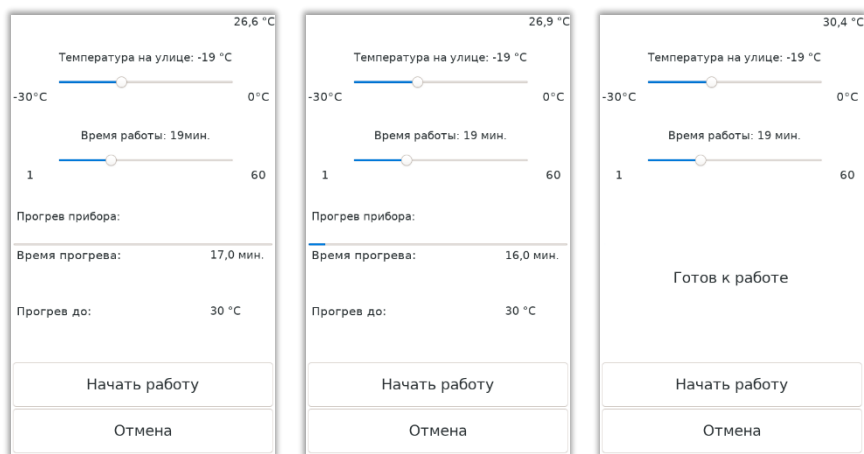

Рисунок 21 Окно настроек прогрева прибора для работы при отрицательных температурах
5.6.1.8.5. Настройка прогрева прибора для работы при отрицательных температурах и его отключение при необходимости остаться в помещении. При нажатии на кнопку «Низкие температуры» открывается окно (Рисунок 21), аналогичное настройкам при включении прибора. Перемещая ползунки на экране, выберите примерную температуру на улице и планируемое время измерений. Начнется прогрев прибора. Будет показана температура, до которой прогреется прибор, и примерное время ожидания. Когда прогрев завершится на экране появится надпись «Готов к работе».